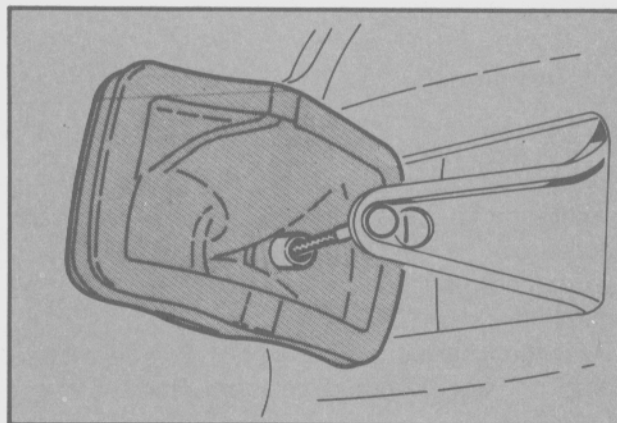

Fig. 10 - Desmontaje del guardapolvo de embrague.
- Quitar el guardapolvo del cubrevolante para dejar al descubierto el extremo del cable de embrague (Fig. 10).